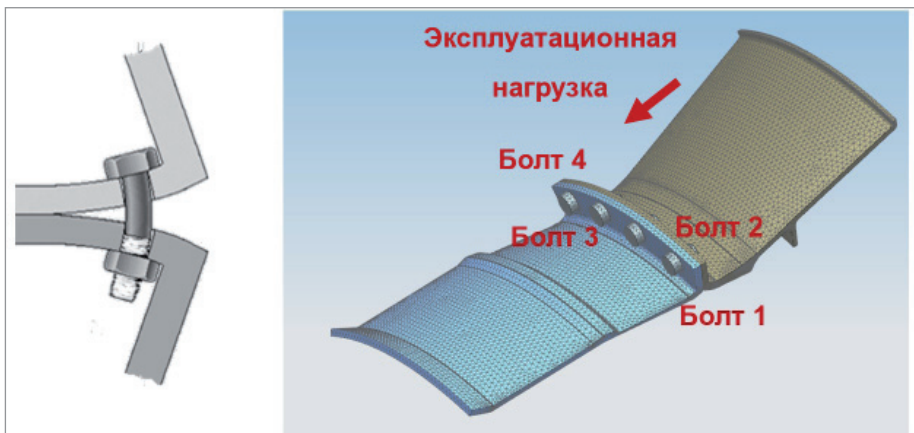

Рис. 3
На рис. 3 изображена модель, позволяющая проанализировать следующую последовательность сборки/нагрузки/разгрузки: затяжка болта № 1, затяжка болта № 4, затяжка болта № 2, затяжка болта № 3, приложение эксплуатационной нагрузки, снятие нагрузки, снятие затяжки.
4.3. *Комментарий к работе ВКБ по рис. 3.* Согласование происходит через А между: